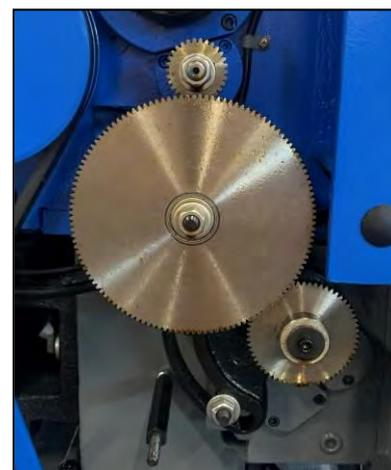

Figura 39 – Ingranaggi.
2. Svitare i dadi di fissaggio degli ingranaggi e smontarli (vedere la Figura 39);